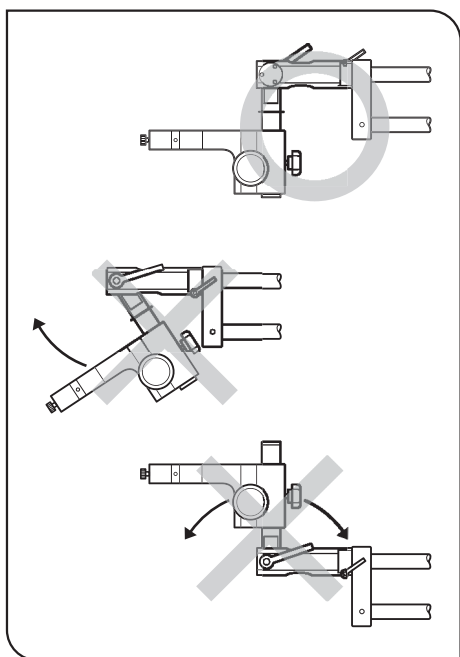

Fig. 13
4. Se sul microscopio è stata montata una videocamera o un dispositivo fotografico, non inclinare il microscopio. In questo caso il peso del microscopio è considerevole ed il centro di gravità del sistema si colloca in alto per cui, allentando la leva di bloccaggio il microscopio può ruotare improvvisamente con il pericolo che lo stesso microscopio, la videocamera o il dispositivo fotografico subiscano dei danni. (Fig. 13) (Per questa operazione consultare pag. 13.)